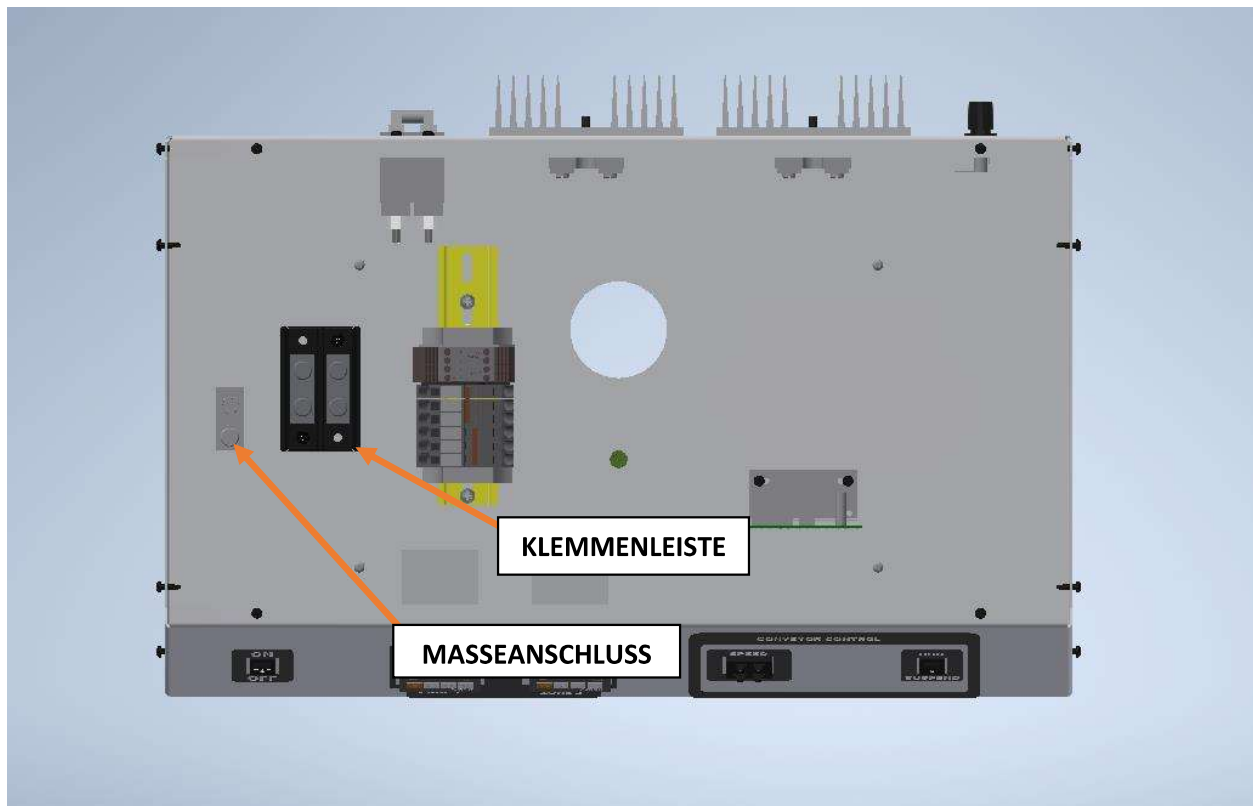

ABB. 2 - EINPHASEN-Bedienfeld
4. Stecken Sie die HEISS-Leiter (und den Nullleiter für 415Y/240V 4-Leiter-Strom) in die offene Seite der großen KLEMMENLEISTE und ziehen Sie die Stellschrauben fest (ABB. 2 und 3). ACHTEN SIE DARAUF, DIE ISOLIERUNG DER DRÄHTE IN DER KLEMMENLEISTE NICHT ZU VERSCHLIESSEN.